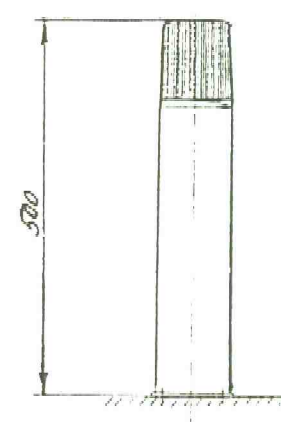

Рис. 1
- 1.1 Светильники венчающие серии ХТУ07-70-001, ХТУ07-70-003 (рис.1) с разрядными лампами высокого давления предназначены для функционально-декоративного освещения скверов, парков и бульваров.